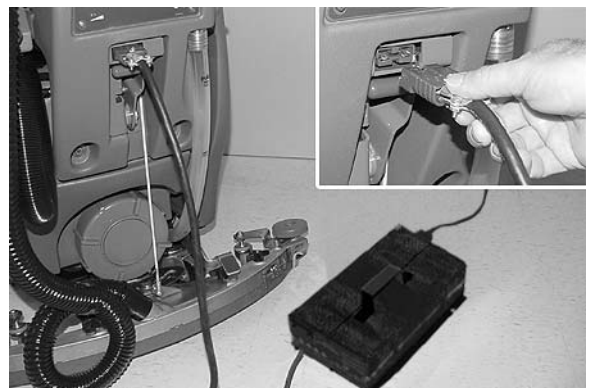

FIG. 46
11. Rechargez les batteries après une durée d'utilisation totale de 30 minutes ou plus (Figure 46). (Voyez CHARGEMENT DES BATTERIES)